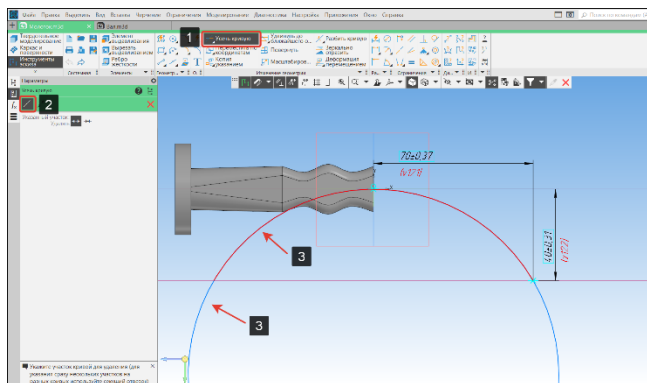

Рисунок 153 – Команда усесть кривую
- После построения вспомогательной прямой, усечем диаметр. В панели Изменение геометрии выберем команду Усечь кривую (1) подоперация усечь кривую (2) (Рисунок 153);
- Укажем секторы окружности, которые необходимо усечь (3) (Рисунок 153);